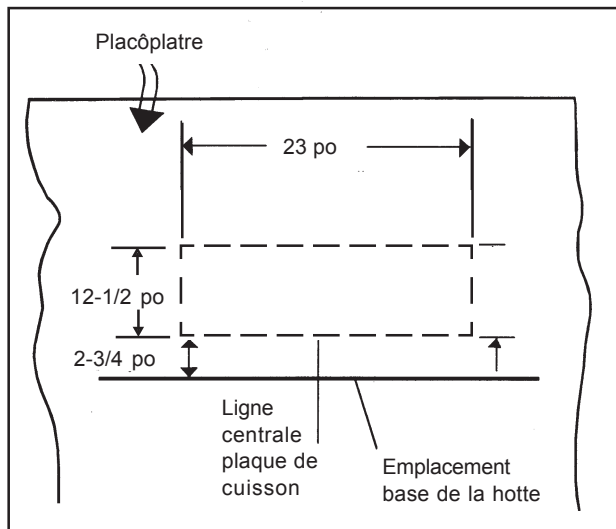

Figure 5
11. Direction de la décharge : La décharge horizontale requiert une découpe murale, comme à la figure 5, pour assurer un dégagement pour la transition. L'emplacement de la découpe est déterminé par la hauteur d'installation de la hotte.
3. Pour la décharge horizontale, utiliser la figure 5 pour la géométrie de la découpe requise pour le dégagement de la transition.